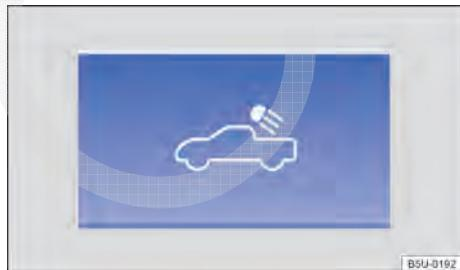

Fig. 73 No console central: tecla da iluminação do compartimento de carga.
- Para **ligar**: pressionar a tecla → Fig. 73 no painel de instrumentos.
- Para **desligar**: pressionar novamente a tecla → Fig. 73 no painel de instrumentos, desligar a luz de posição ou ligar a ignição do veículo.